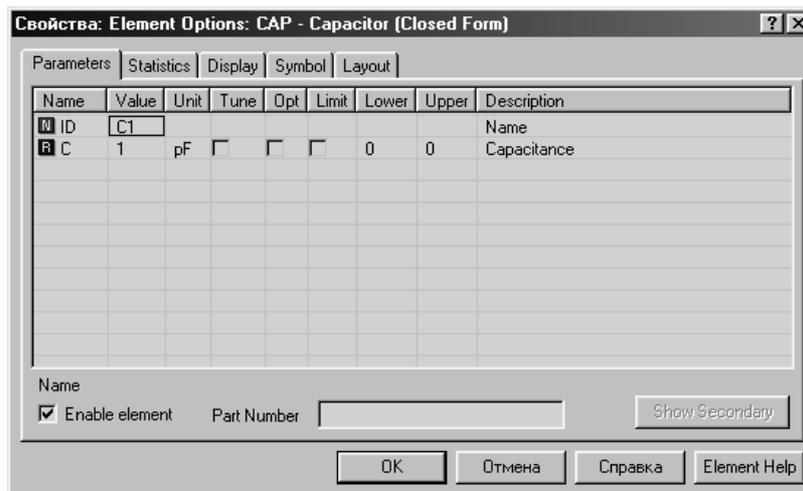

Рис. 3.8. Изменение величины элемента в диалоговом окне Свойства
**Редактирование параметров элементов.** Величины элементов можно изменять с помощью диалогового окна Свойства, вызываемого двойным щелчком, по изображению элемента (рис. 3.8).